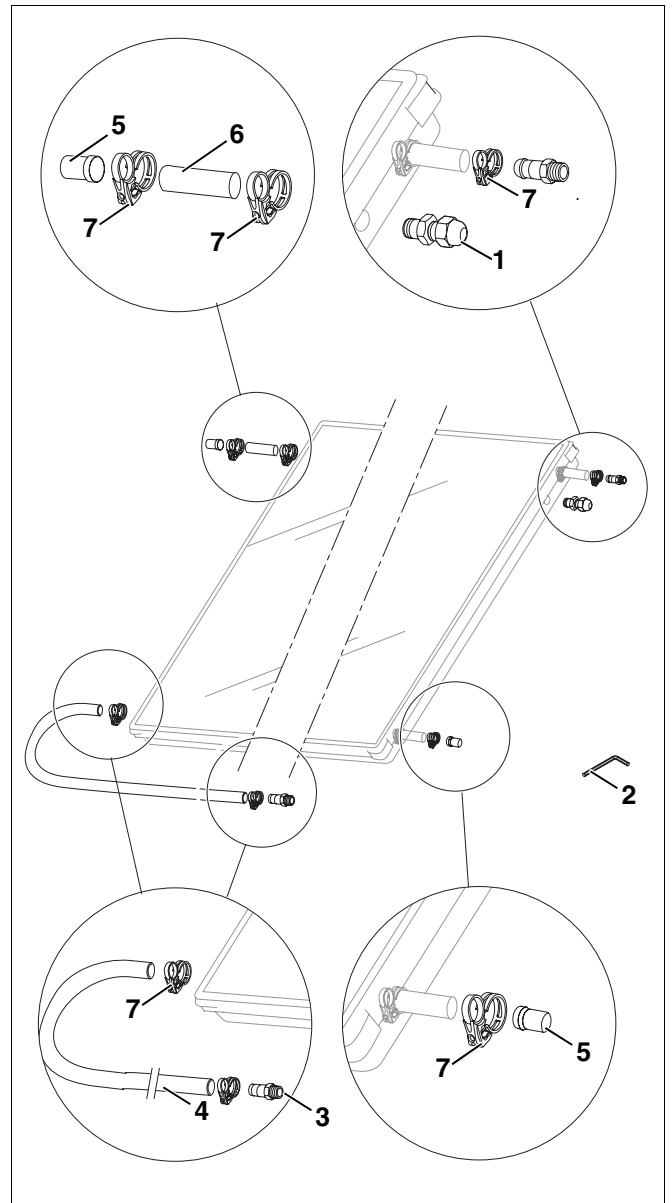

Fig. 4 Juego de montaje básico para tuberías por fila de colectores
4.2.3 Juego de montaje básico para tuberías (por fila de colectores) – fig. 4